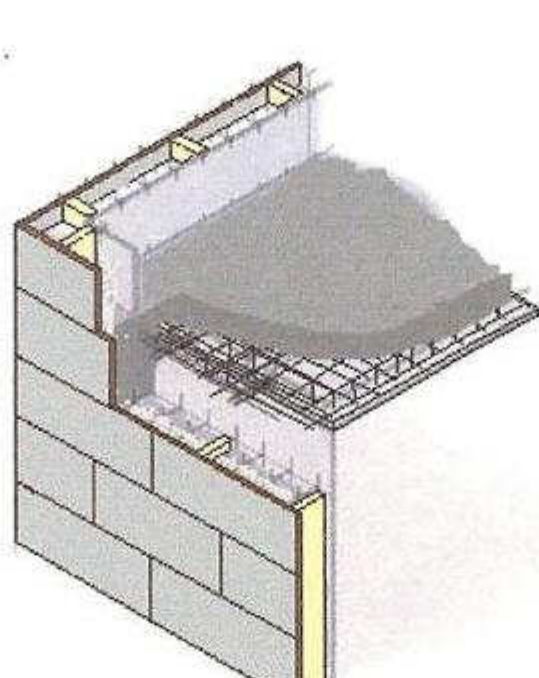

рис. 5
11. Заливаются балки и перекрытие тяжелым бетоном (рис.5), ВСЕ ЭТАЖ ГОТОВ.